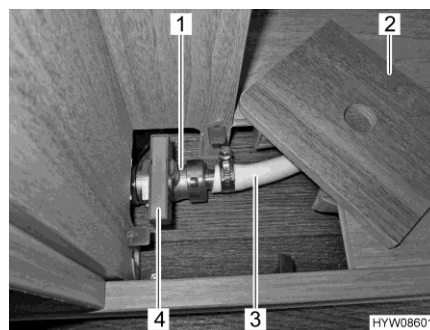

Fig. 71 Rubinetto di scarico
- Aprire lo sportello e rimuovere la copertura (Fig. 71,2) del rubinetto di scarico (Fig. 71,1).
- Aprire il rubinetto di scarico. A questo scopo ruotare la leva (Fig. 71,4) del rubinetto di scarico parallelamente alla tubazione (Fig. 71,3).
- Chiudere il rubinetto di scarico. A questo scopo ruotare la leva del rubinetto di scarico trasversalmente alla tubazione (Fig. 71).